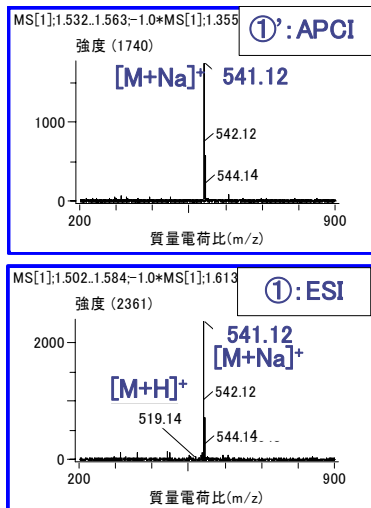

図2 ①、①' のマススペクトル
ESI、APCI で R.T. 1.542min に検出されているピークをそれぞれ ①、①' とした。ピーク ①、①' のマススペクトルを図 2 に示す。いずれのマススペクトルにも m/z 541 が検出された。この m/z 541 を筆頭に、両 TIC 中の各ピークは 74u 差で質量が増加していた。このことから、検出されている各成分はジメチルシロキサン系のオリゴマーであると考えられる。
①のマススペクトル中には m/z 541 はだけでなく、m/z 519 も検出されていることから、この成分の分子量が 518 で、m/z 541 は [M+Na]⁺ であるということが確認できた。①、①' で検出されている m/z 541 の精密質量を求め、組成推定を行った結果を表 1 に示す。表 1 より、これらのイオンが [C₁₄H₄₂O₇Si₇+Na]⁺ であると確認された。